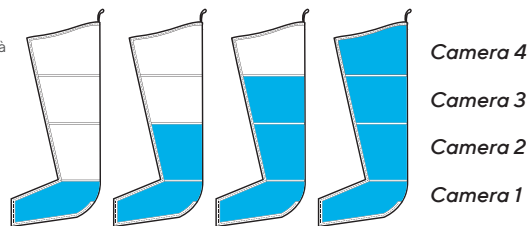

Figura 1 – Modalità ciclo Sequential
- Viene applicato un massaggio direzionale, che partendo dalla base della zona trattata, procede in alto verso il busto e poi avviene il rilascio. (vedi Figura 1)